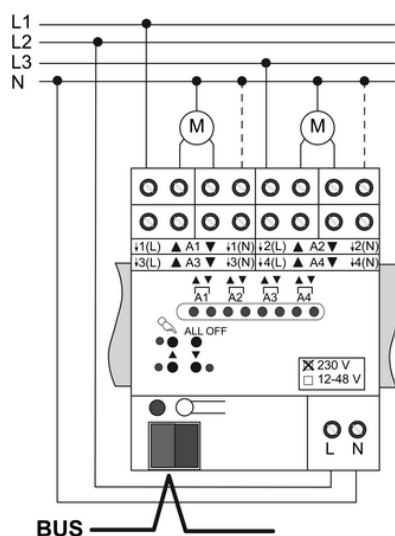

Рисунок 5
- Подключить провод шины с соединительной клеммой (рисунок 5).
- Подключить подачу сетевого напряжения (рисунок 5).
Для выходов, которых это касается, соответствующие нулевые провода подключены (рис. 5).